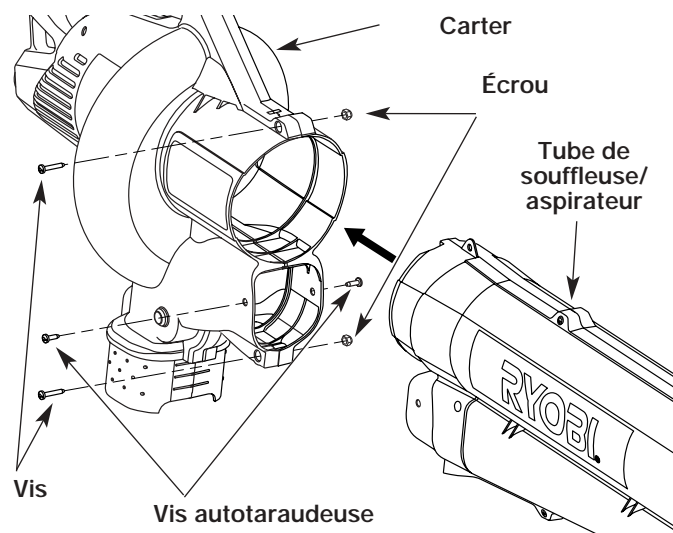

Fig. 1
2. Insérez complètement le tube de souffleur/aspirateur dans l'ouverture du carter jusqu'à ce que les trous des pattes du tube soient alignés avec ceux des vis du carter (Fig. 1).